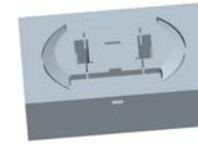

图 27.26 着色后的下半部分体积块
Step7. 系统弹出“属性”对话框，在该对话框中单击 **着色** 按钮，着色后的模型如图 27.26 所示。然后在对话框中输入名称 **LOWER_MOLD**，单击 **确定** 按钮。